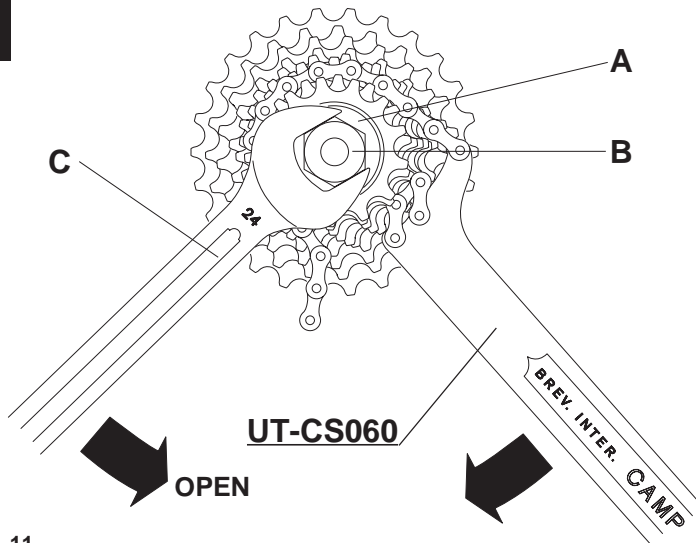

Fig. 11
- Smontate la ghiera (A), usando l'utensile (B) (UT-BB080) con la chiave esagonale (C) da 24 mm e la chiave con catena C10 (UT-CS060) (Fig. 11).
- Remove the ring (A), using the tool (B) (UT-BB080) with the 24 mm hexagonal key (C) and the C10 chain whip (UT-CS060) as illustrated (Fig. 11).
- Den Schließring (A) mit dem Campagnolo Werkzeug UT-BB080 (B) zusammen mit dem sechseckigen 24 mm Schlüssel (C) und dem C10 Kettengegenhalter (UT-CS060) abnehmen (siehe Abb. 11).
- Démonter la bague (A), en utilisant l'outil (B) (UT-BB080), la clé Allen (C) de 24 mm ainsi que le fouet à chaîne C10 (UT-CS060) comme le montre la figure (Fig. 11).
- Desmontar la virola (A), con la herramienta (B) (UT-BB080), con la llave hexagonal (C) de 24 mm y la llave con cadena C10 (UT-CS060) como está ilustrado (Fig. 11).
- Verwijder de ring (A) met de sleutel (B) (UT-BB080) en door middel van de zeshoekige 24 mm sleutel (C) + de C10 kransafnemer (UT-CS060), zoals geïllustreerd (Fig. 11).